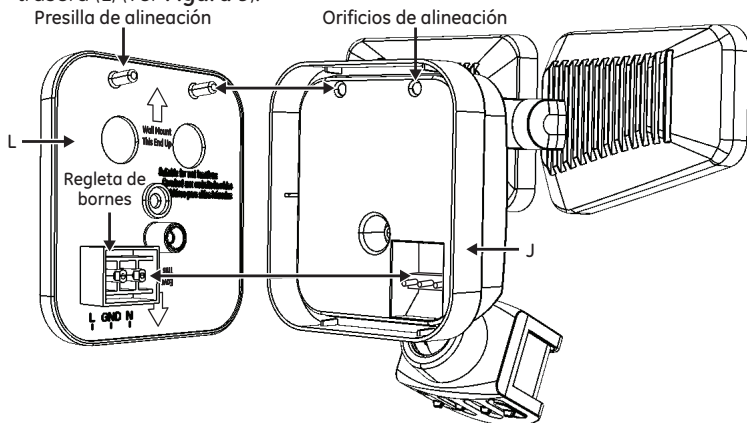

Figura 9
10) Instalación de la luminaria (J).
- NOTA:** las tres clavijas en la parte posterior de la luminaria (J) deben insertarse en la regleta de bornes para que este aparato funcione.
- Posicione las dos presillas de alineación de la placa de soporte trasera (L) con los dos orificios de alineación en la parte posterior de la luminaria (J) y ubique los bordes de la luminaria (J) sobre los bordes de la placa de soporte trasera (L) (ver **Figura 9**).